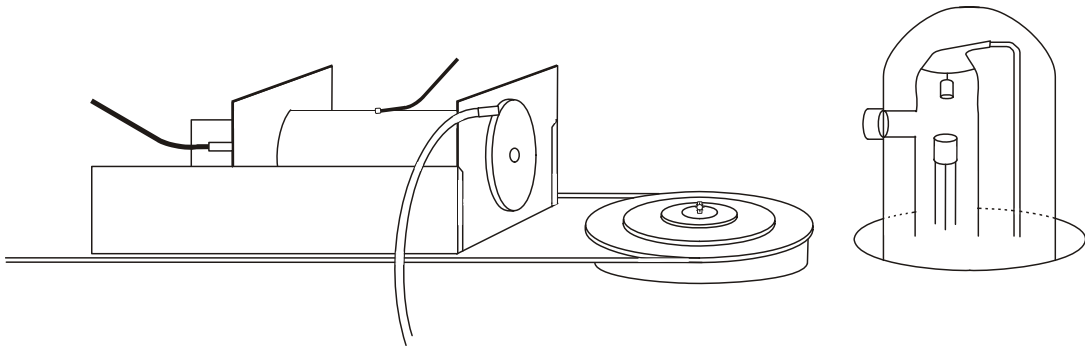

Fig. 2 Einbau der Ionisationskammer in den Messarm
- Ionisationskammer in den Messarm einsetzen (siehe Fig. 2).